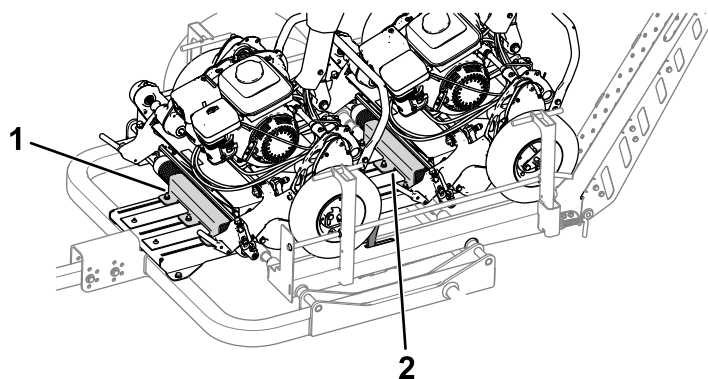

Figura 31
- B. Fate scorrere verso dietro il supporto del rullo posteriore (**Figura 31**) fino a quando non entra a contatto con il rullo anteriore della macchina posteriore.
- E. Fate scorrere verso dietro il supporto del rullo anteriore (Figura 31) fino a quando non entra a contatto con il rullo anteriore della macchina anteriore.